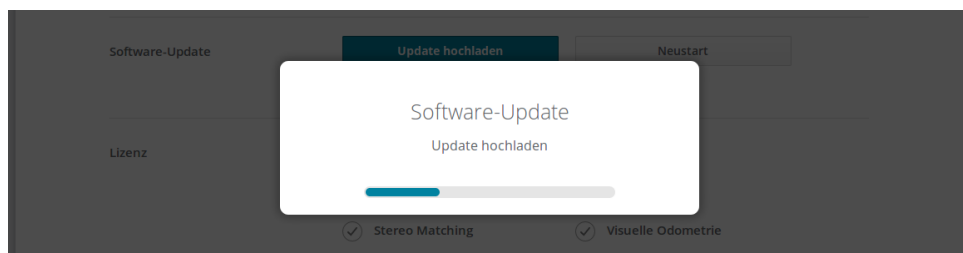
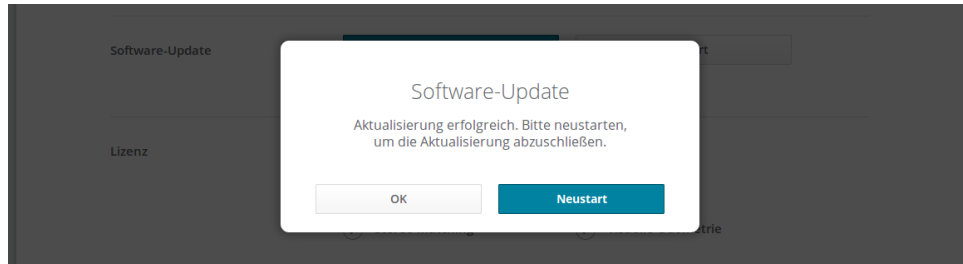

Abb. 9.2: Fortschrittsbalken für das Software-Update
Abb. 9.3: Kontextfenster zum Neustart des Software-Updates
**Hinweis:** Je nach Netzwerkarchitektur und Konfiguration kann das Hochladen mehrere Minuten in Anspruch nehmen. Während das Update über die Web GUI läuft, zeigt ein Statusbalken (siehe Abb. 9.2) an, wie weit das Update bereits vorangeschritten ist.
**Hinweis:** Je nach Webbrowser kann es vorkommen, dass der in Abb. 9.2 gezeigte Statusbalken den Abschluss des Updates zu früh angibt. Es empfiehlt sich, zu warten, bis sich das in Abb. 9.3 gezeigte Kontextfenster öffnet. Insgesamt ist mit einer Update-Dauer von mindestens fünf Minuten zu rechnen.
Nachdem die neue Firmware über die Web GUI hochgeladen wurde, öffnet sich das in Abb. 9.3 gezeigte Kontextfenster, in dem der Benutzer aufgefordert wird, das Gerät sofort neu zu starten oder aber den Neustart zu verschieben. Soll der *rc\_visard* zu einem späteren Zeitpunkt neu gestartet werden, kann dies über die Schaltfläche *Neustart* auf der Web GUI-Registerkarte *System* vorgenommen werden.